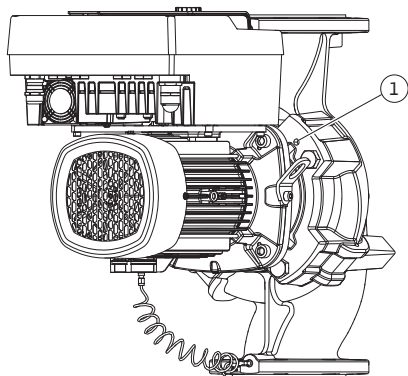

Fig. 11: Tryck bort instickssatsen via gänghålerna (DN 100...DN 125)
5. Lossa instickssatsen (se Fig. 4) från pumphuset. Lossa för detta alla skruvar (DN 32...DN 80: Fig. I, pos. 29; DN 100...DN 125: Fig. II, pos. 29). Tryck bort instickssatsen från pumphuset. För DN 80...DN 125, använd de två gänghålerna (Fig. 11, pos. 1). Skruva in M10-skrivar av lämplig längd i gänghålerna för att lossa fästet.
5. Tryck bort instickssatsen (se Fig. 4) från pumphuset. Använd de två gänghålerna (se Fig. 11) för detta. Skruva in M10-skrivar av lämplig längd i gänghålerna för att lossa fästet.
7. Lossa de två fastsittande skruvarna på skyddsplattan (Fig. II, pos. 27) och ta bort skyddsplattan.
8. För in en blocknyckel med nyckelvidd på 27 mm i lanternans öppning och håll fast axeln mot nyckelytorna (Fig. II, pos. 16). Skruva ur pumphjulsmuttern (Fig. II, pos. 22). Lossa pumphjulet (Fig. II, pos. 21) från axeln med en avdragare.
9. Lossa differenstrycksgivarens hållplatta (Fig. I, pos. 13) från motorflänsen genom att lossa skruven (Fig. II, pos. 10). Låt differenstrycksgivaren (Fig. I, pos. 8) med hållplatta (Fig. I, pos. 13) hänga på tryckmätningssledningarna (Fig. I, pos. 7). Koppla vid behov från differenstrycksgivarens anslutningskabel i elektronikmodulen.
10. Lossa skruvarna (Fig. II, pos. 10 och pos. 10a).
11. Lossa lanternan från motorcentreringen med en tvåarmsavdragare (universalavdragare) och dra bort den från axeln. Den mekaniska tätningen (Fig. I, pos. 25) tas bort samtidigt. Se till att lanternan inte hamnar snett.
12. Om den mekaniska tätningen har skadats trycker du ut motringen (Fig. I, pos. 26) ur fästet i lanternan. Placera en ny motring i lanternan.